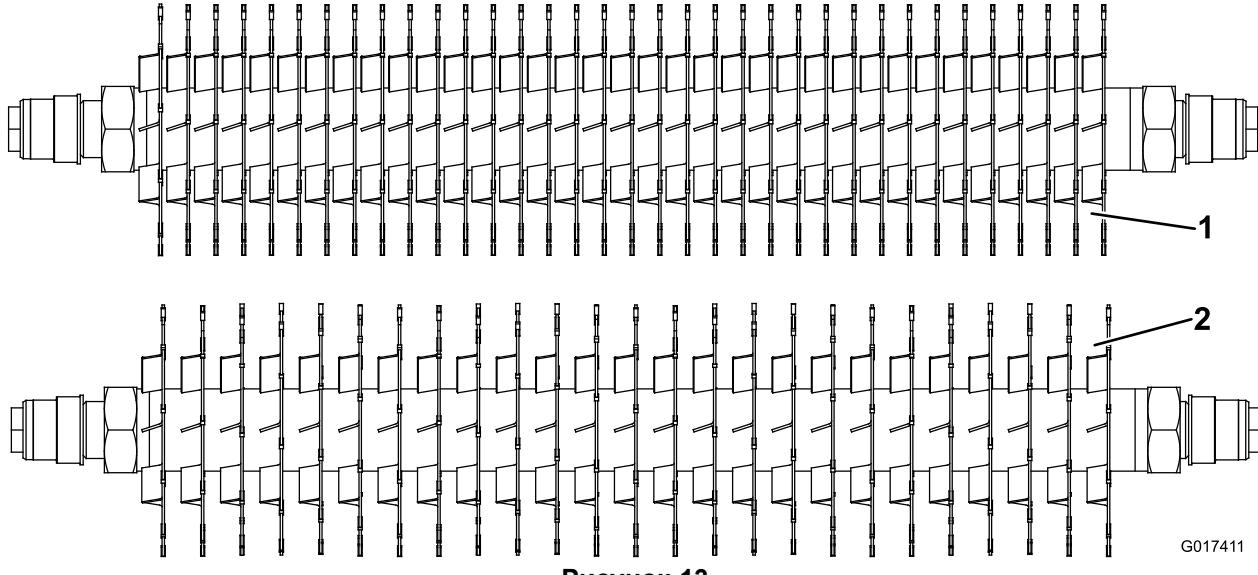

Рисунок 13
Чтобы изменить стандартную конфигурацию вертикултера с 0,75-дюймовым разделением ножей на 0,50-дюймовое, необходимы дополнительные разделители (34), номер детали 17-1580, а также дополнительные карбидные ножи (10), номер детали 106-6355 или дополнительные (10) стандартные ножи, номер детали 17-1590 (Рисунок 13).